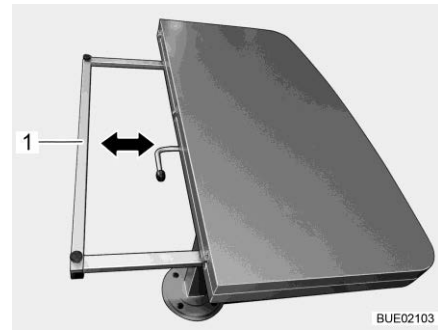

Fig. 131 Riduzione del piano del tavolo
- Tenere fermi i telai di sostegno (Fig. 131,1) sui due lati e spingerli in modo uniforme sotto il piano del tavolo fino all'arresto.